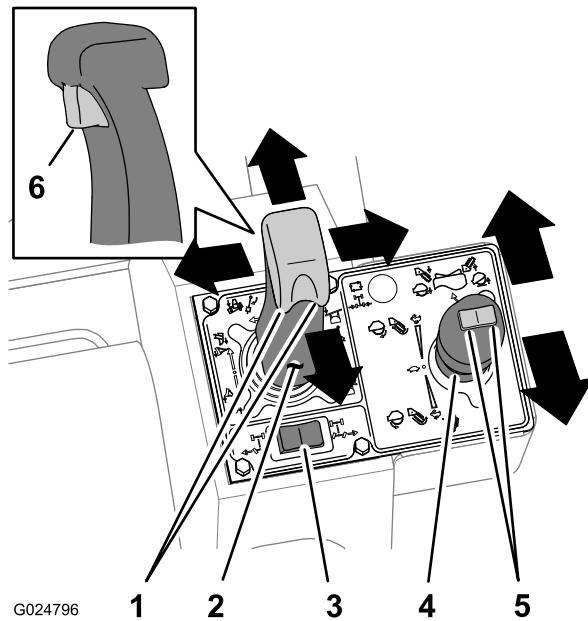

Figura 15
- Spostate il joystick a sinistra per inclinare la lama livellatrice a sinistra, oppure spostate il joystick a destra per inclinare la lama livellatrice a destra (Figura 15).
- Ruotate a sinistra il comando per il pollice per far oscillare la lama livellatrice a sinistra, oppure ruotate a destra il comando per il pollice per far oscillare la lama livellatrice a destra (Figura 15).
- Ruotate a sinistra il comando per il pollice per sterzare la lama vibrante a sinistra, oppure ruotate a destra il comando per il pollice per sterzare la lama vibrante a destra (Figura 15).
- Premete il grilletto sul joystick per far flottare la lama livellatrice in alto e in basso (Figura 15).
- Spingete il joystick in avanti per abbassare la lama livellatrice o la lama vibrante, oppure tirate il joystick indietro per sollevare la lama livellatrice o la lama vibrante (Figura 15).
- Spostate il joystick indietro per avviare la vibrazione della lama dell'aratro (Figura 15).
- Spostate il joystick ancora più indietro per aumentare la vibrazione (Figura 15).
- Spostate il joystick verso la posizione di folle per diminuire e arrestare la vibrazione (Figura 15).
- Spostate il joystick in avanti per avviare la catena di scavo e farla girare in avanti (Figura 15).
- Spostate il joystick ancora più avanti per aumentare la velocità della catena (Figura 15).
- Spostate il joystick in folle per arrestare la catena dello scavafossi (Figura 15).
- Spingete l'interruttore a sinistra per abbassare la barra accessoria (Figura 15).
- Spingete l'interruttore a destra per sollevare la barra accessoria (Figura 15).